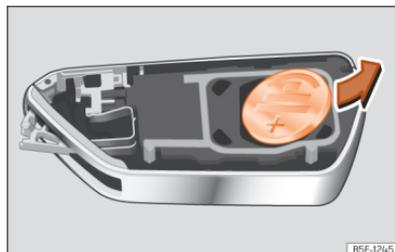

Abb. 70 Fahrzeugschlüssel: Batterie herausnehmen.
- Batterie mit einem geeigneten dünnen Gegenstand aus dem Batteriefach hebeln »» (Abb. 70).
- Neue Batterie einsetzen und in das Batteriefach drücken »» ①.